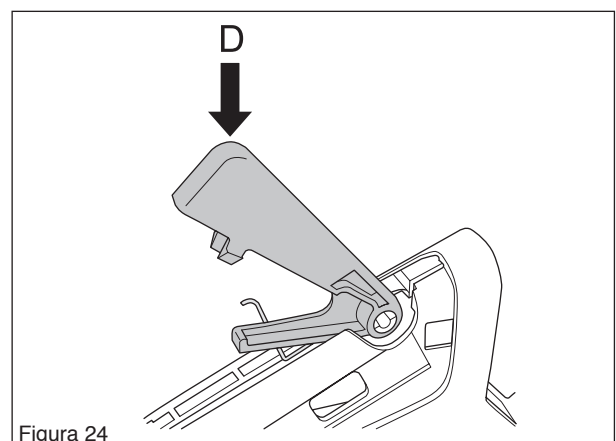

Figura 24
Montar el fiador del acelerador (D) fijándolo a presión en el eje en la empuñadura (ver la figura 24).